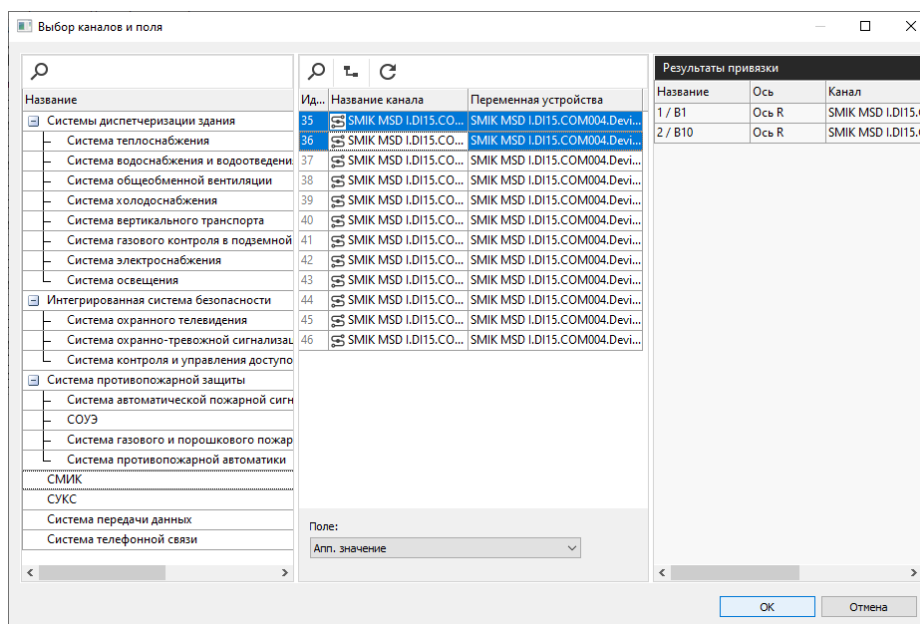

Рис. 87. Визард «Выбор каналов и поля»
1. Вызовите из меню или панели инструментов оснастки команду «Привязать оси к полям каналов». На экране появится . Визард «Выбор каналов и поля», показанный на Рис. 87.